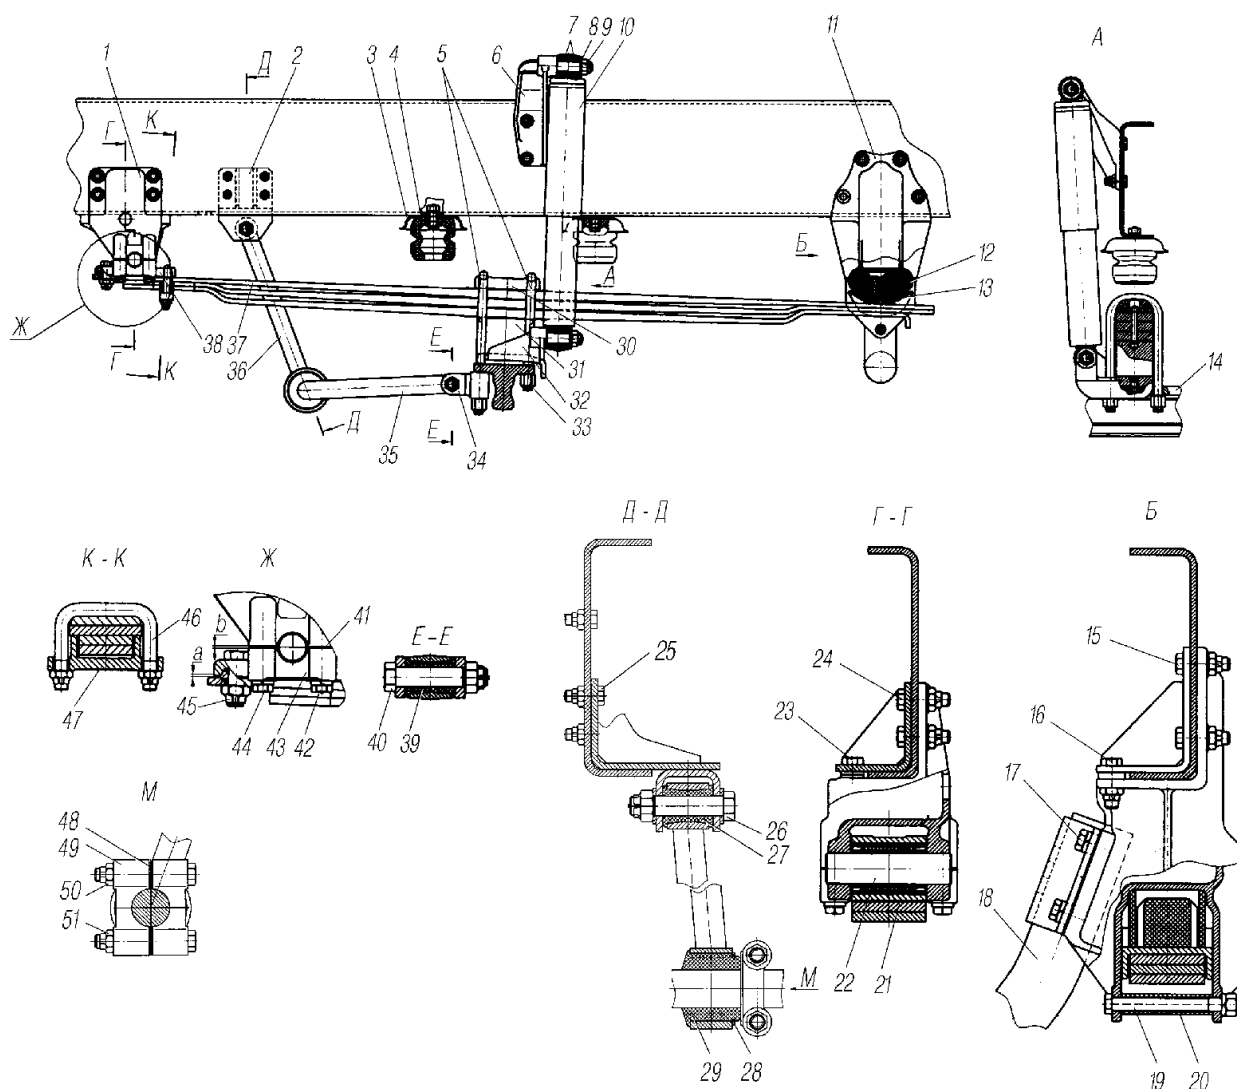

Рис. 33. Передняя подвеска:
**Передняя подвеска** состоит из двух продольных параболических рессор, работающих совместно с гидравлическими амортизаторами телескопического типа двухстороннего действия. Верхние проушины амортизаторов через резиновые втулки крепятся к кронштейнам 6 (рис. 33), прикрепленным к лонжеронам рамы, нижние проушины — к кронштейнам 32.
Гайки стремянки 46 (см.рис. 33) крепления накладного ушка передней рессоры затягивать в следующей последовательности: затянуть гайку на одной ветви стремянки ушка моментом 100-140 Н.м (10-14 кгс.м), затем гайку на второй ветви моментом 180-220 Н.м (18-22 кгс.м) и дотянуть этим же моментом первую гайку. Несоблюдение порядка затяжки гаек может привести к деформации накладки и стремянок ушка.